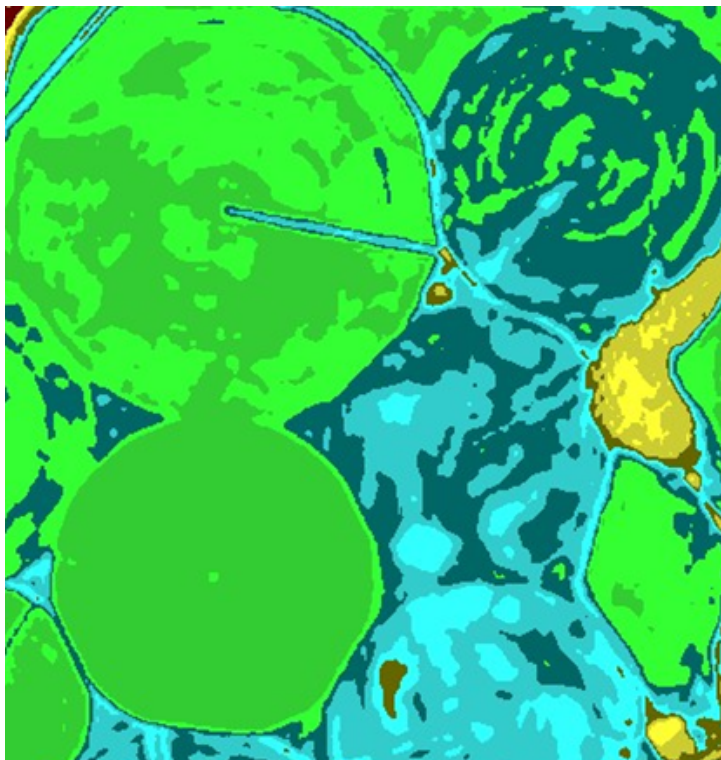

Figura 5. Exemple de camp homogeni i heterogeni segons dades de satèl·lit
- **Detecció de problemes d'homogeneïtat:** La utilitat més indiscutible del NDVI és la localització de zones amb més o menys vigor dins el nostre camp. A mesura que el cultiu es desenvolupa el NDVI augmentarà fins arribar a valors propers a 1 en les millors condicions. És possible que una zona del camp tingui alguna problemàtica concreta (infestació de males herbes, malalties, plagues, problemes de sòl...) que es podrien detectar amb variacions del NDVI. La figura 5 mostra un exemple de camp amb molta heterogeneïtat al costat d'un camp molt homogeni.